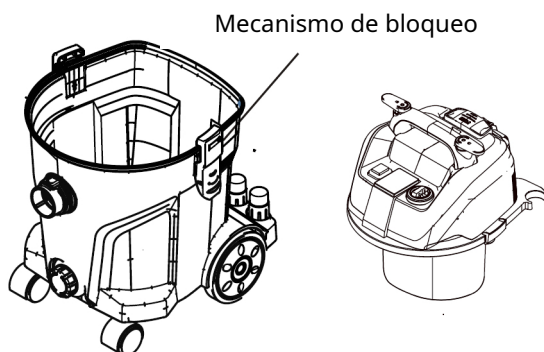

Fig.18: Vaciar el depósito
Paso 1: Para vaciar el polvo / suciedad del tanque, abra el mecanismo de bloqueo y retire la parte superior de la carcasa (Fig. 18).